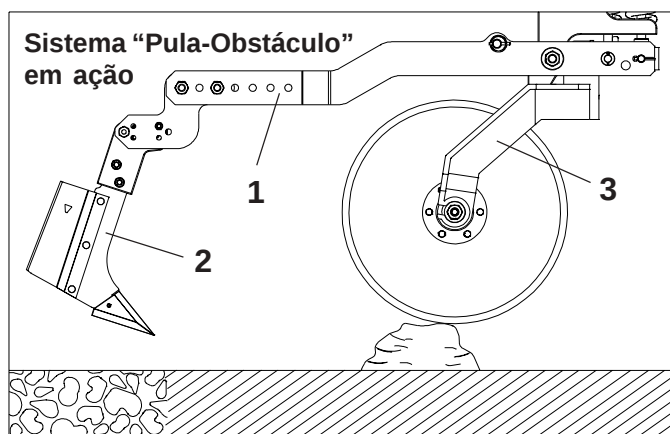

FIGURA 96
- Ativando o sistema “pula-obstáculo”, o braço (1) do sulcador (2) fica firmemente ligado ao suporte do disco duplo (3). Assim, surgindo um obstáculo, o disco de corte é forçado para cima, levantando o sulcador, ou seja “pulando o obstáculo”, **conforme mostra a figura 96.**